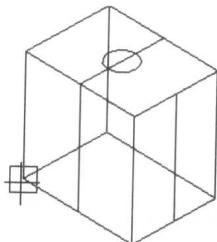

图 1-3-9
5. 选择状态栏上的 z 轴深度设定框, 请选择如图 1-3-9 所示的端点或直接输入 -90, z 轴深度值变更为 -90。